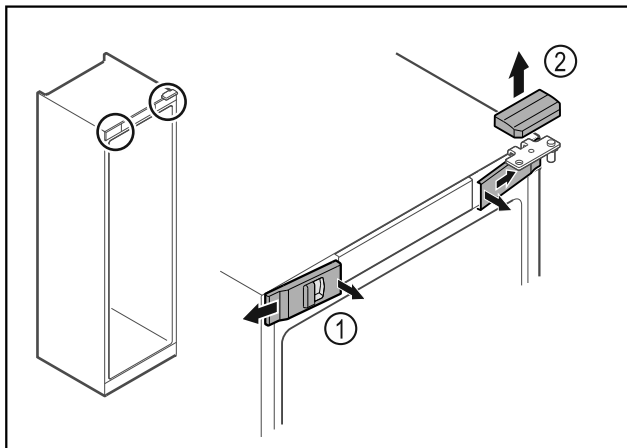

Fig. 7\*
- ▶ Izvadite prednje poklopce Fig. 7 (1) iznutra i skinite ih na stranu.\*
- ▶ Skinite gornji poklopac Fig. 7 (2) prema gore.\*